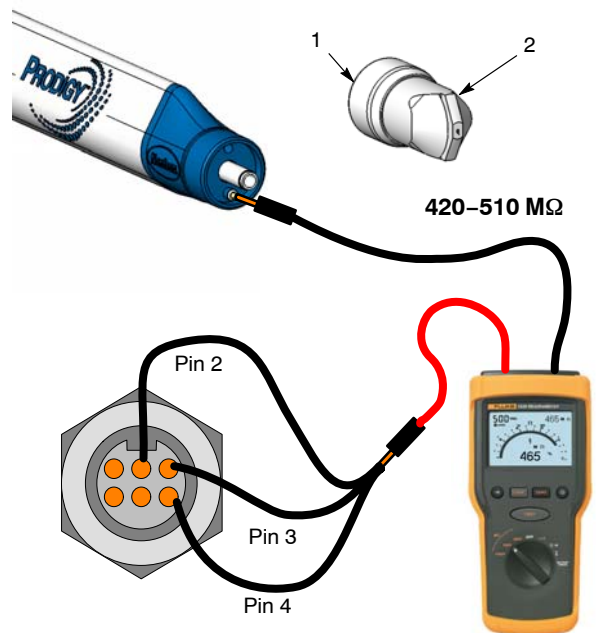

Figura 14 Prueba de multiplicador/resistencia
1. Ver la figura 14. Extraer la tuerca de retención (1) y la boquilla (2).